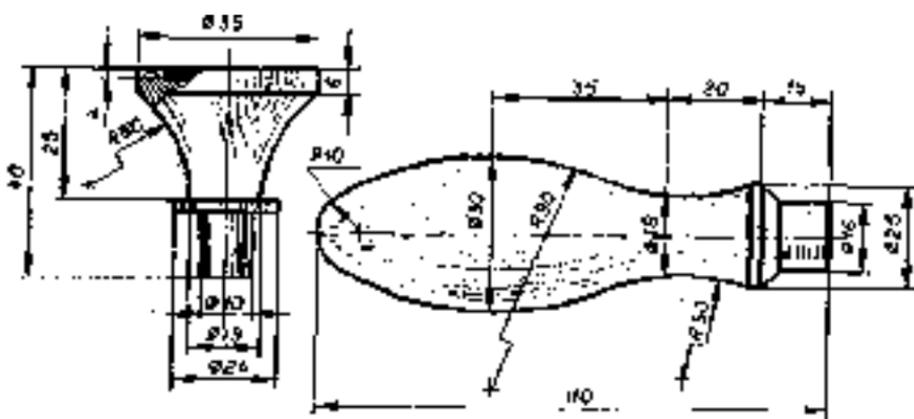

Рис. 126. Ручка.
3. Какой разлетопный и токарный инструмент требуется для изготовления изделий, показанных на рис. 126?